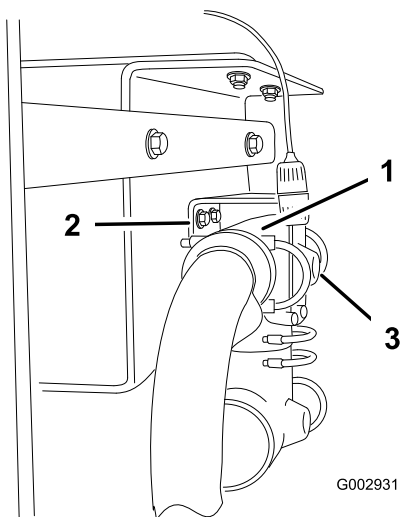

Figura 23
9. Retire los herrajes que sujetan el acoplamiento en T detrás de la válvula de alimentación del brazo de manera que el acoplamiento en T caiga, colgando de las mangueras (Figura 23).
10. Practique con cuidado un taladro (diámetro 1/4 pulgada) en la cara de la acometida de la parte trasera del acoplamiento en T (Figura 23).